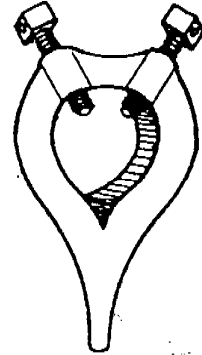

Figura 7
4. Brida con dos tornillos, indicada para realizar pasadas profundas ( Figura 7 ).